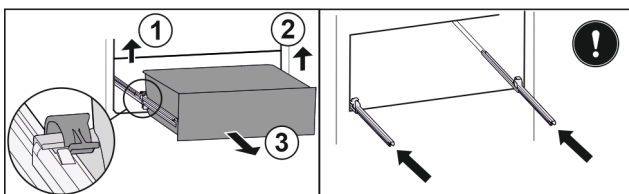

Fig. 116
- ▶ Løft den venstre klemme, og træk samtidigt skuffen i venstre side fremad. Fig. 116 (1)
- ▶ Løft den højre klemme, og træk samtidigt skuffen i højre side fremad. Fig. 116 (2)
- ▶ Tag skuffen ud fremefter. Fig. 116 (3)